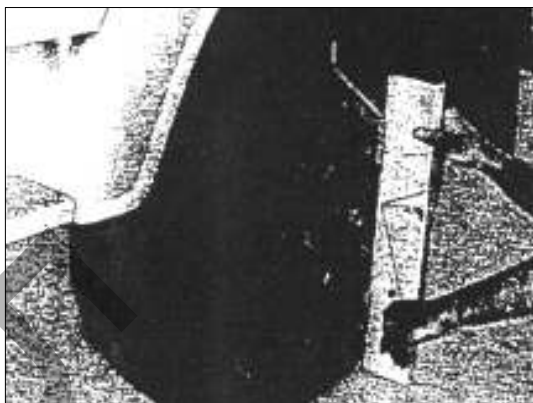

РИС. 302
- 1) Установите прибор для замера угла развала переднего колеса и угла продольного наклона шкворня в вертикальное положение на осевой линии колеса (см. рис.302). Вертикальное положение можно установить с помощью отвеса, отрегулируйте две ножки прибора так, чтобы они касались внешнего диаметра колесного обода.